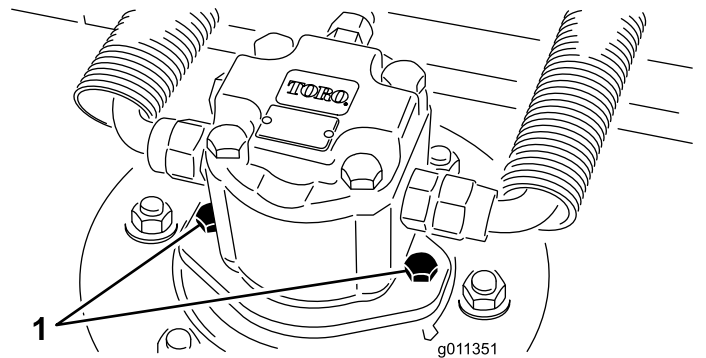

Bild 98
2. Klemmen Sie den Hydraulikmotor vom Mähwerk ab und entfernen ihn (**Bild 98**). Decken Sie die Spindeloberseite ab, um einer Verunreinigung vorzubeugen.
3. Montieren Sie den Hydraulikmotor am Mähwerk (Bild 98). Stellen Sie sicher, dass sich der O-Ring unbeschädigt in seiner Position befindet.